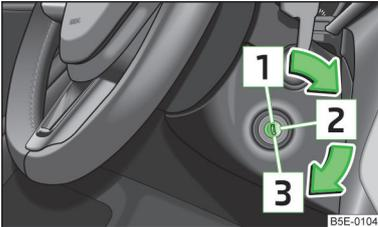

Abb. 90
- Während der Fahrt mit stehendem Motor muss der Zündschlüssel immer in der Stellung  » Abb. 90 auf Seite 98 (Zündung eingeschaltet) sein. Diese Stellung wird durch das Aufleuchten von Kontrollleuchten angezeigt. Wenn das nicht der Fall ist, könnte es unerwartet zur Verriegelung der Lenkung kommen - Unfallgefahr!
- Der Anlasser darf nur betätigt werden (Zündschlüsselstellung  » Abb. 90 auf Seite 98), wenn der Motor steht. Wird der Anlasser bei laufendem Motor betätigt, kann der Anlasser bzw. der Motor beschädigt werden.
### Benzinmotoren » Abb. 90
### Dieselmotoren » Abb. 90
Wenn die **Lenkung gesperrt ist** und der Schlüssel sich nicht oder nur schwer in die Position » Abb. 90 drehen lässt, dann ist das Lenkrad etwas hin und her zu bewegen - die Lenkungsverriegelung wird dadurch entriegelt.
- Die Zündung einschalten » Abb. 90 auf Seite 98.
» Abb. 90 auf Seite 98.